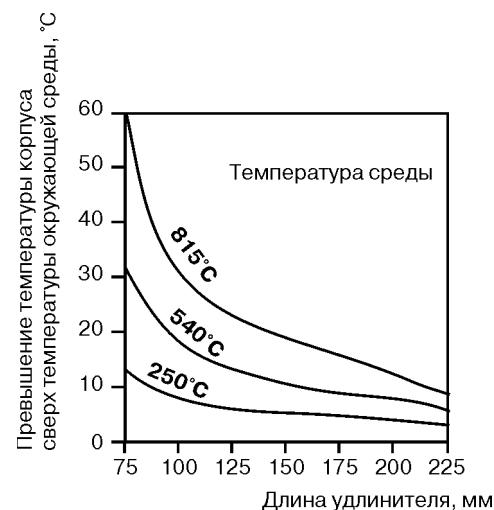

Рис.1. Зависимость превышения температуры корпуса соединительной головки от длины удлинителя.
- 01¹⁾** по рис.1
При установке ИП непосредственно в корпус соединительной головки все колебания температуры окружающей среды, а также тепло, выделяемое в ходе технологического процесса, передаются от защитной арматуры на корпус ИП. В тех случаях, когда температура процесса близка к установленным пределам температуры или превышает их, следует рассмотреть возможность увеличения длины удлинителя или вариант выносной монтажной конфигурации с целью изоляции ИП от воздействия избыточных значений температуры. На рис.1 представлен пример зависимости между превышением температуры корпуса соединительной головки и длиной удлинителя.
Пример. Нормированное максимальное значение температуры окружающей среды для ИП составляет 85°C. Если максимальная температура окружающей среды равна 40°C, то максимально допускаемое превышение температуры корпуса будет равно (85-40)°C, т.е. 45°C. Как показано на рис.1, при длине удлинителя 90 мм и подлежащей измерению температуре 540°C превышение температуры корпуса составит 22°C. Таким образом, минимальная рекомендуемая длина удлинителя составит 100 мм, что обеспечит запас около 25°C. В целях уменьшения количества ошибок, вызванных температурным воздействием на ИП, рекомендуется использовать удлинитель с увеличенной длиной (например, 150 мм).